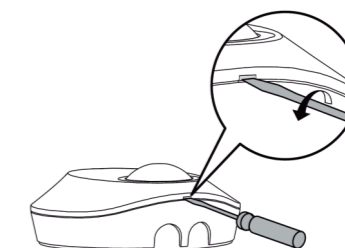

Afbeelding 6
3.3.2 Een sensor activeert de tijdschakelaar van de trappenhuisverlichting (de tijd moet op 1s ingesteld zijn) (zie afbeelding 6).